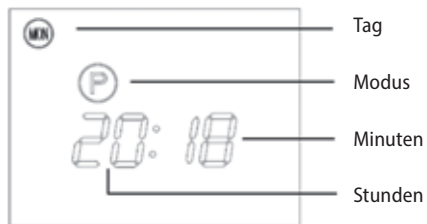

Abb. 1
1. Bauen Sie den Halter von dem Körper aus, siehe Abbildung 1.
Bevor Sie anfangen, mit dem Gerät zu arbeiten, schalten Sie den Umschalter an der Seite des Produkts ein. Die Abbildung des Displays wird siehe Abb. 1 sein, jetzt ist das Gerät im Bereitschaftsmodus, er heizt nicht. Auf dem Display wird (P) angezeigt.
Durch das lange Niederdrücken der Drucktaste (WTE) stellen Sie die Stunden ein, durch das lange Niederdrücken der Drucktaste (MIN) stellen Sie die Minuten ein, durch das lange Niederdrücken der Drucktaste (SET) stellen Sie die Tage ein, siehe Abb. 1.